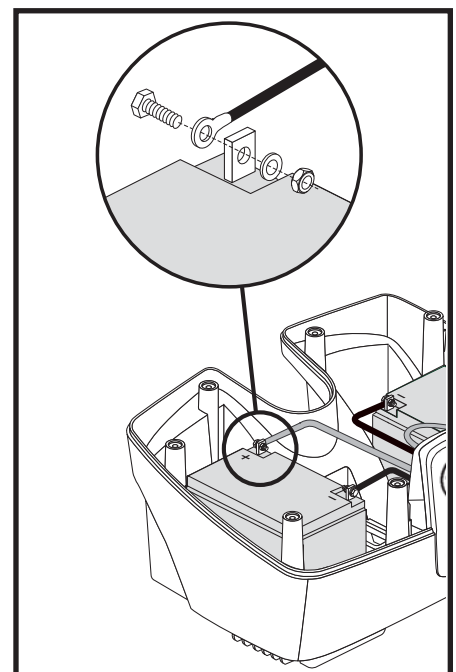

Figure 20. Débranchez les câbles d'alimentation de la batterie sur une boîte de batterie 17-22 Ah
NOTE: Certaines batteries nécessitent l'enlèvement d'un écrou et d'un boulon lorsque vous débranchez le câble de la batterie à partir de la borne de la batterie. Voir la figure 20.
2. Débranchez les câbles d'alimentation de la batterie et les sangles de fixation puis retirez la batterie du Travel Scooter. **Voir la figure 20.**